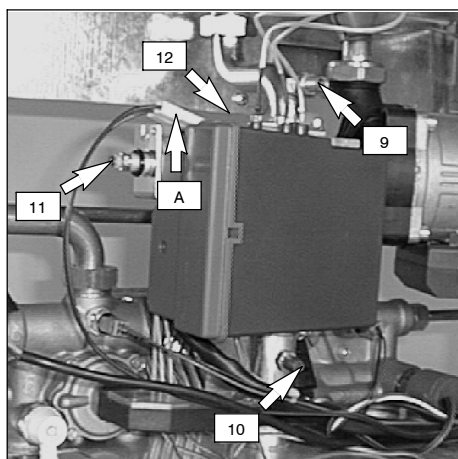

Fig. 5.5
Après chaque mesure de la pression du gaz, **bien refermer** les prises de pression utilisées (10 et 9 – Fig. 5.5).
- 3 Lorsque la chaudière est éteinte (hors service), à l'aide d'un manomètre, contrôler la pression d'alimentation en utilisant la prise de pression amont de la vanne du gaz (10 – Fig. 5.5) et comparer la valeur lue à celles reportées dans le tableau **Pressions d'alimentation du gaz** à la page 5, 6
- 4 **Bien refermer la prise de pression (10)**
- 7 Déconnecter le fil d'alimentation (A) du modulateur (11) de la vanne à gaz (12) en veillant à ce qu'il ne touche pas les parties métalliques de la chaudière (Fig. 5.5).
- 8 Prélever une abondante quantité d'eau chaude sanitaire et comparer le débit minimum du gaz au compteur avec les données des tab. 5.1 et tab. 5.2. Pour contrôler la valeur de la pression correspondante, utiliser une prise de pression en aval de la vanne à gaz (9 – Fig. 5.5) et comparer cette valeur avec le même tableau.
Pour régler la pression au brûleur, agir sur l'é-crou en laiton du modulateur (11 – Fig. 5.5).
9 Reconnecter le fil d'alimentation "A" du modulateur (Fig. 5.5).
10 Comparer le débit maximum du gaz au compteur avec les données des tab. 5.3 et tab. 5.4. Pour contrôler la valeur de la pression, utiliser une prise de pression en aval de la vanne à gaz (9 – Fig. 5.5) et comparer cette valeur avec le même tableau.
Pour régler la pression au brûleur, agir sur l'é-crou en plastique en maintenant fermement l'é-crou en laiton du modulateur (11 – Fig. 5.5).
12 **Refermer la prise de pression** (9 – Fig. 5.5).
14 Déconnecter le fil d'alimentation (A) du modulateur (11) de la vanne à gaz (12) en veillant à ce qu'il ne touche pas les parties métalliques de la chaudière (Fig. 5.5).
15 Contrôler le débit minimum du gaz au compteur avec les données du tab. 5.1. Pour contrôler la valeur de pression correspondante, utiliser une prise de pression en aval de la vanne à gaz (9 – Fig. 5.5) et comparer cette valeur avec le même tableau.
16 Reconnecter le fil d'alimentation "A" du modulateur (Fig. 5.5).
17 Comparer le débit maximum du gaz au compteur avec les données du tab. 5.3. Pour contrôler la valeur de la pression, utiliser une prise de pression en aval de la vanne à gaz (9 – Fig. 5.5) et comparer cette valeur avec le même tableau.
18 **Refermer la prise de pression** (9 – Fig. 5.5).
- 3 Ouvrir la prise de pression en aval de la vanne à gaz (9 – Fig. 5.5) et raccorder un manomètre.
- 1 A l'aide d'un tournevis approprié, agir sur le potentiomètre de réglage "RISC" (Fig. 5.8). En tournant le potentiomètre dans le sens inverse des aiguilles d'une montre, on diminue le courant maximum d'alimentation du modulateur gaz (11 – Fig. 5.5) et, en conséquence, la pression du gaz au brûleur.